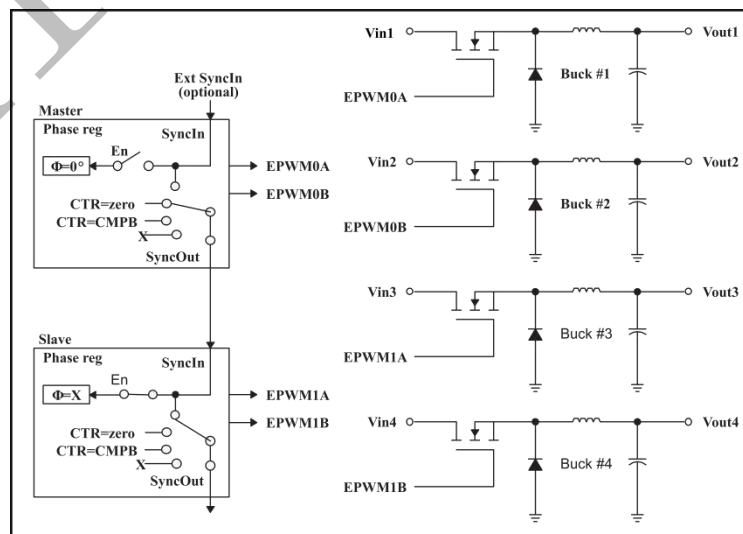
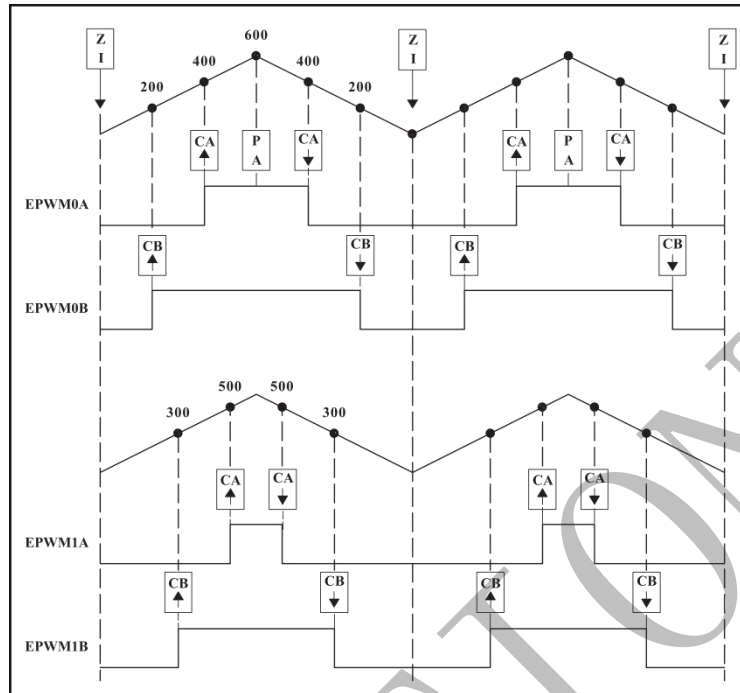

图 21-56 四个 Buck 级控制图
图 21-57 Buck 波形图 (注: 此处  $F_{pwm2} = F_{pwm1}$ )
如果需要同步, 则 EPWM 模块 2 可以配置为从机, 并且能以模块 1 的整数倍 (N) 频率运行。从主机到从机的同步信号可确保这些模块保持锁定状态。图 21-56 显示了这种配置。图 21-57 显示了该配置生成的波形。